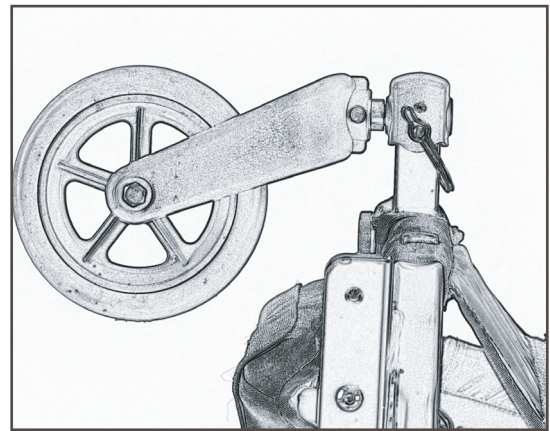

図33
- スイベルホイールの軸をブラケットに挿入してから、クイックリリーススピンをぶらっ毛との穴に挿入し、クイックリリーススピンを閉じた状態で留め、ホイールを固定します(図33)。